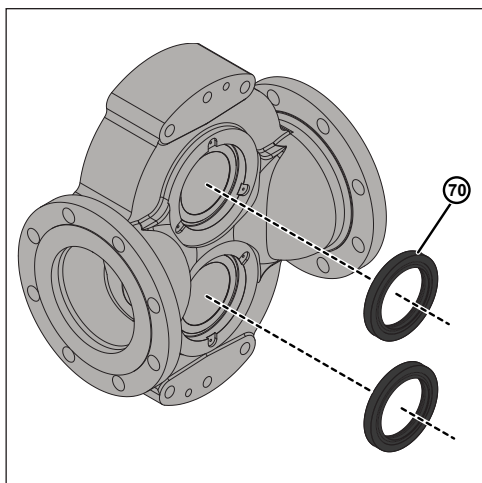

Figure 117 - Pose des joints à lèvres
3. Installez les joints à lèvre (70) dans le corps de la pompe, comme illustré à la figure 117. Utilisez l'outil de pressage pour enfoncer fermement et uniformément les joints dans le corps de pompe.